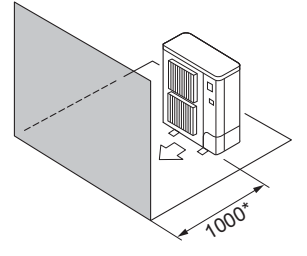

Fig. 2-6
- ④ Yalnızca öndeki engeller (Fig. 2-6)